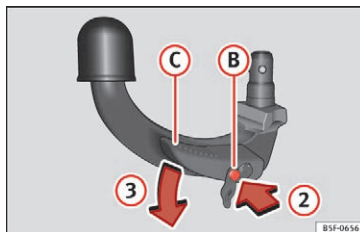

Fig. 224 Trin 2
- Tryk oplåsningsstiften ② i pilens retning ②, og tryk samtidig armen ③ helt i pilens retning ③ »» Fig. 224.